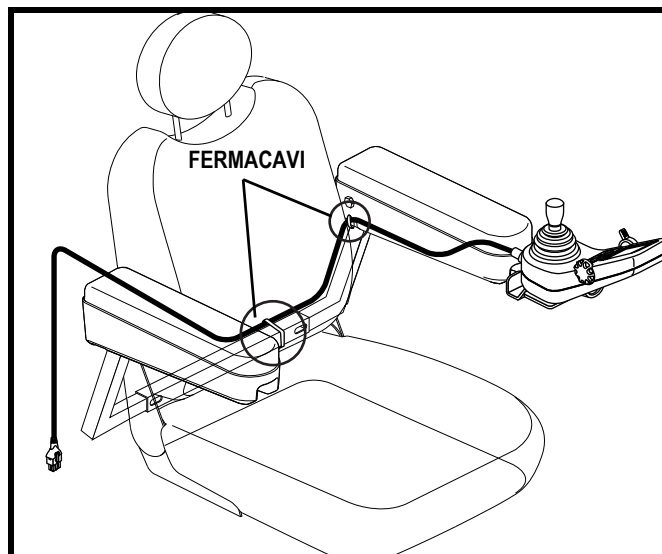

Figura 13. Centralina diretta su un sedile speciale
8. Fissare il cavo della centralina al ricevitore del bracciolo con fermacavi (solo sedili speciali). **Vedere la figura 13.**